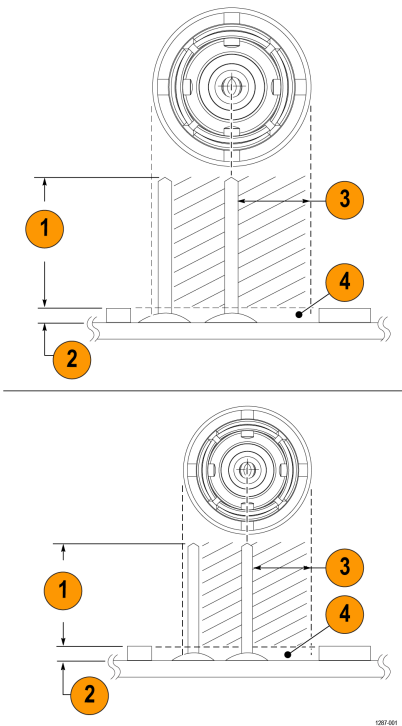

Abbildung 7: Erforderliche Abstände am Adapter
Die Lötstifte können um die oberflächenmontierte Komponente an der Leiterplatte installiert werden, dabei muss jedoch ein ausreichender Abstand für eine einwandfreie elektrische Verbindung des Adapters eingehalten werden. Abbildung 7 auf Seite 29
3. Tragen Sie bei Bedarf eine geringe Menge Klebstoff auf, um die Verbindung mit der Leiterplatte weiter zu verstärken. Die Höhe des Klebstoffs muss jedoch so gering wie möglich gehalten werden, damit ein einwandfreier elektrischer Kontakt des Adapters gewährleistet ist. Abbildung 7 auf Seite 29